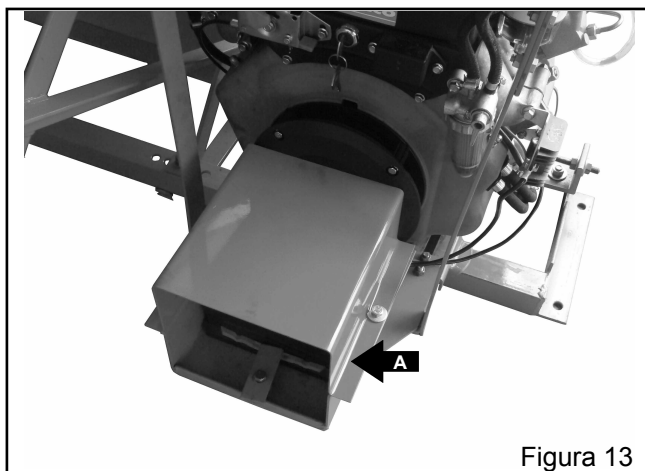

Figura 13
- b) Conjunto do suporte da bateria “A” (Figura 13);